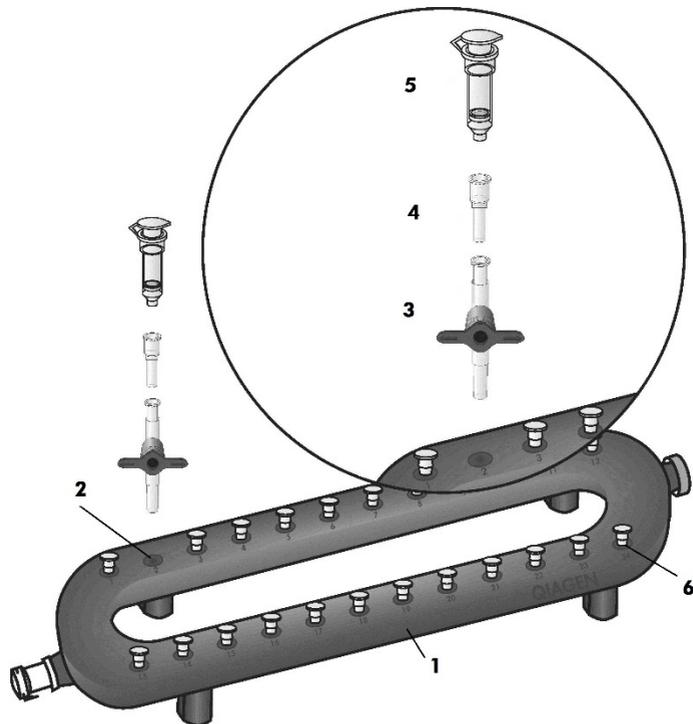

Figura 5. Configuração do QIAvac 24 Plus com as colunas do QIAamp Mini usando VacValves e VacConnectors.
5. Se necessário, insira um tubo de extensão em cada coluna do QIAamp Mini (consulte a Figura 5).